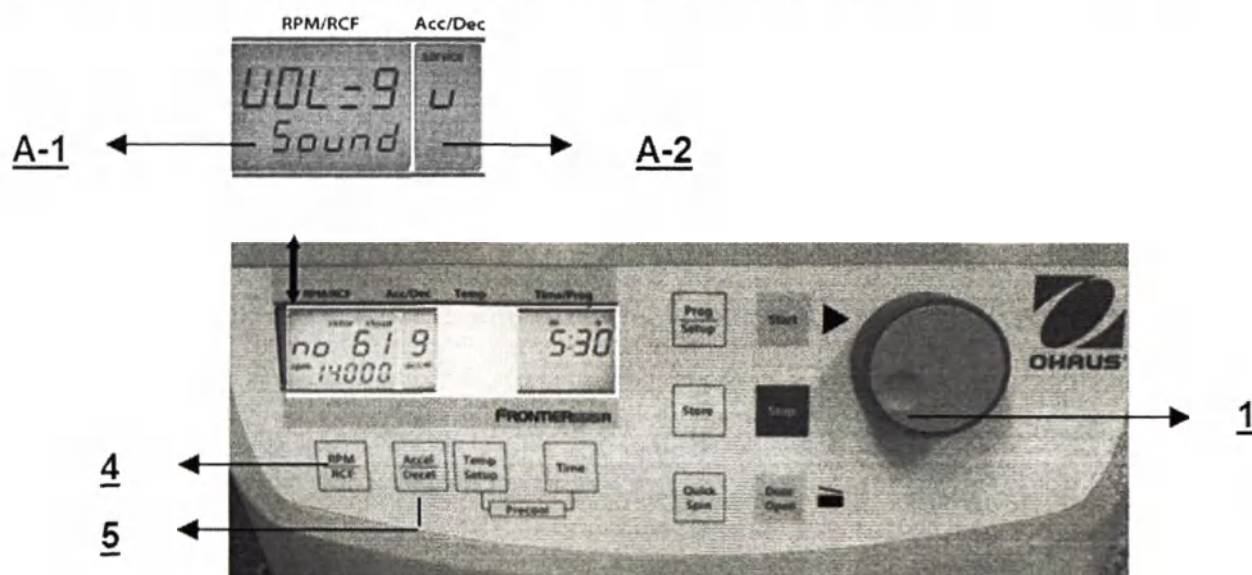

Рис. 34
Включите режим установки параметров, как указано в разделе 4.1.2, затем нажмите кнопку **Accel/Decel** (5). В поле **Acc/Dec** (A-2) экрана будет мигать слово **Service**. Вращая рукоять (1), выберите символ **U**. В поле **RPM | RCF** (A-1) в этом случае появится текст **Vol=0-9/Sound**. Нажав кнопку **RPM | RCF** (4), с помощью рукояти (1) можно выбрать громкость звукового сигнала в диапазоне от 0 (минимальная громкость) до 9 (максимальная громкость) (см. рис. 34).